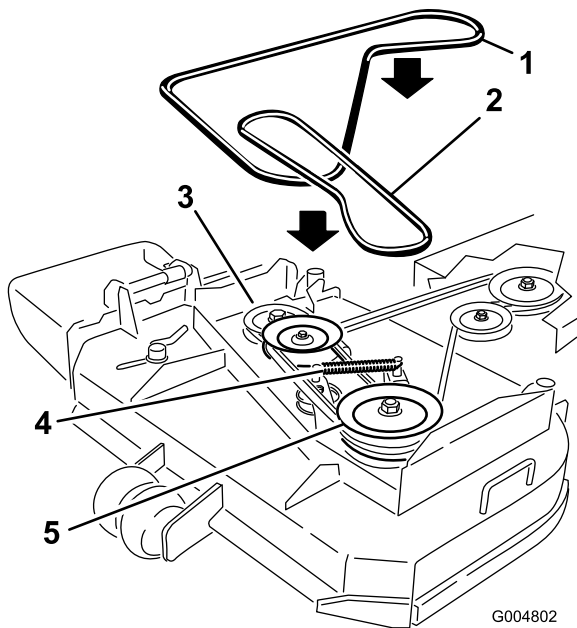

Рисунок 44
- Отсоедините пружину натяжного ролика, чтобы снять натяжение с натяжного ролика и его рычага, затем снимите изношенный ремень газонокосилки (Рисунок 44).
- Установите новый ремень газонокосилки вокруг двух наружных шпindelных шкивов, натяжного ролика и введите в нижнюю канавку шкива с двумя шпинделями (Рисунок 44).
- Подсоедините пружину рычага натяжного ролика (Рисунок 44).
- Отрегулируйте направляющую ремня так, чтобы она находилась на расстоянии 3 мм от ремня (Рисунок 44).